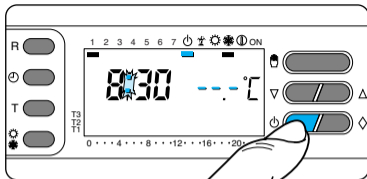

Fig. 66
**13.1** - Premere due volte il pulsante  $\phi$ . Il segmento attivo sotto  $\phi$  conferma l'esclusione di THERMOPROGRAM dal controllo dell'impianto e scompare il grafico del programma (fig. 66). Per 5 s scompare l'indicazione della